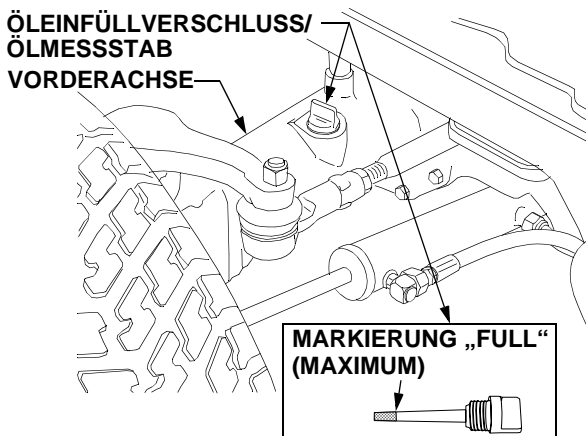
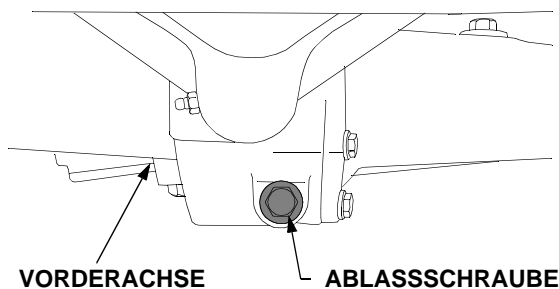

Abbildung 46
Abbildung 48
Der Öleinfüllverschluss/Ölmesstab befindet sich auf der *linken* Seite des Achsgehäuses. Siehe Abbildung 46.
- Den Bereich um den Öleinfüllverschluss/Ölmesstab sauber halten, damit kein Schmutz in das Achsgehäuse gelangen kann. Siehe Abbildung 46.
- Den Messstab herausziehen, abwischen, wieder hineinstecken und ganz einschrauben. Heraus-schrauben und herausziehen, um den Ölstand abzulesen. Den Ölstand immer zwischen den Markierungen „FULL“ (Maximum) und „LOW“ (Minimum) halten (Siehe Abbildung 46).
- Um zu verhindern, dass Schmutz in das Gehäuse der Vorderachse gelangt, den Bereich um den Öleinfüllverschluss/Ölmesstab sowie an der Ablassschraube der Achse in der Mitte vorne reinigen. Siehe Abbildung 46 und Abbildung 48.
- Den Öleinfüllverschluss/Ölmessstab entfernen, so dass eine Luftöffnung entsteht, dann die Ablassschraube herausschrauben und das Öl in den Behälter abfließen lassen. Nach dem Abfließen Ablassschraube wieder einschrauben. Siehe Abbildung 48.